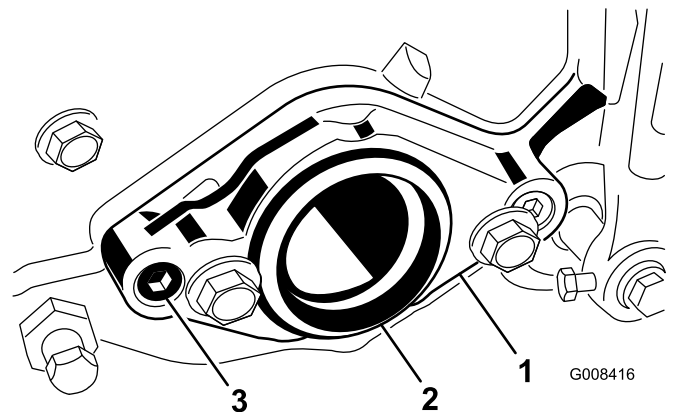

Figura 3
6. Retire los 2 tornillos allen que sujetan el soporte del motor al extremo derecho de la unidad de corte, y retire el soporte del motor (Figura 3).